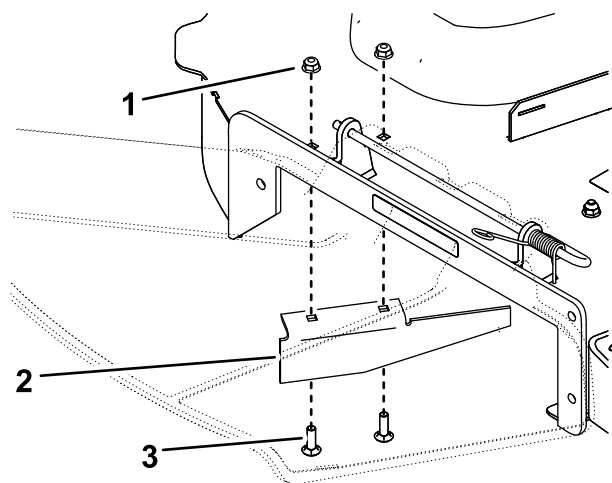

Figura 8
1. Retire los 2 pernos y las 2 tuercas que sujetan el deflector de descarga existente a la carcasa, y retire el deflector de descarga (**Figura 8**).